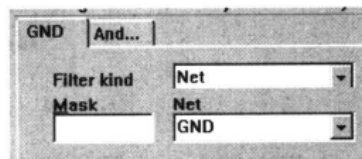

图 10-71 规则范围设置为指定的网络
- **Net:** 指定网络。选择此项后，规则适用范围为指定的网络，可在 Net 下拉列表中选择网络名称，如图 10-71 所示。